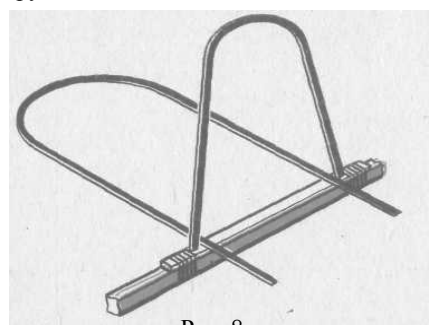

Рис. 8
17. Вистругати планку довжиною 110 мм та висотою 3 мм. Передню та задню кромки стабілізатора прив'язати нитками в центрі цієї планки (рис. 8).